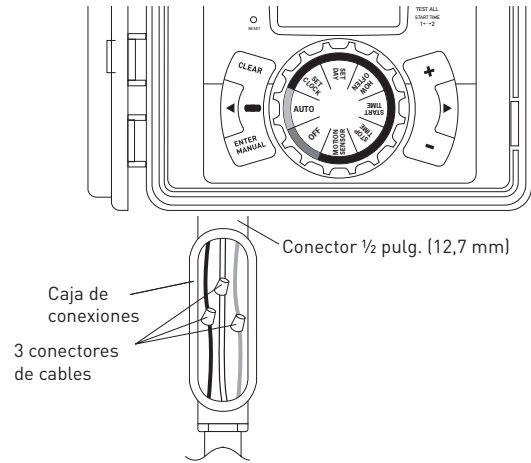

Figura 5: Uso de una caja de unión
En exteriores: si existe un interruptor de circuito de falla con conexión a tierra (GFCI, por sus siglas en inglés), inserte el cable de alimentación en el tomacorriente eléctrico de 110 V. Si no hay un tomacorriente disponible, el controlador debe tener un cableado permanente. Consulte la Figura 5.
- Conecte la caja de unión al controlador usando un manguito roscado de 1/2 pulg. (la caja de unión y el manguito roscado no están incluidos). Conecte el conducto de la fuente de alimentación a la entrada de la caja de unión respetando los códigos correspondientes. Consulte la Figura 5.